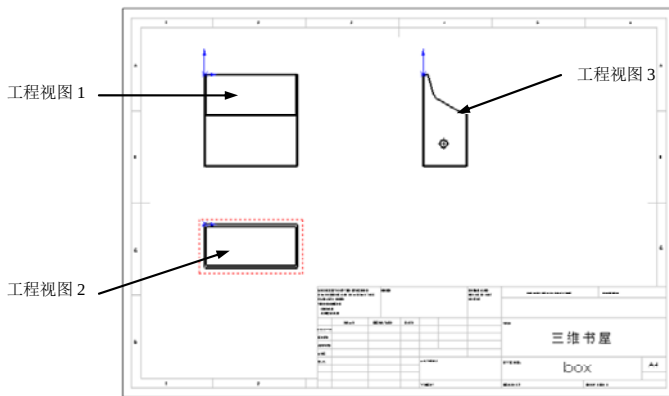

图 1-65 零件的工程视图
④ 选择 [窗口] | [box] 命令, 回到零件实体图 box . sldprt 窗口。
⑤ 单击零件窗口的图形区域, 工程图窗口再度出现, 并且显示所选零件的三视图, 如图 1-65 所示。